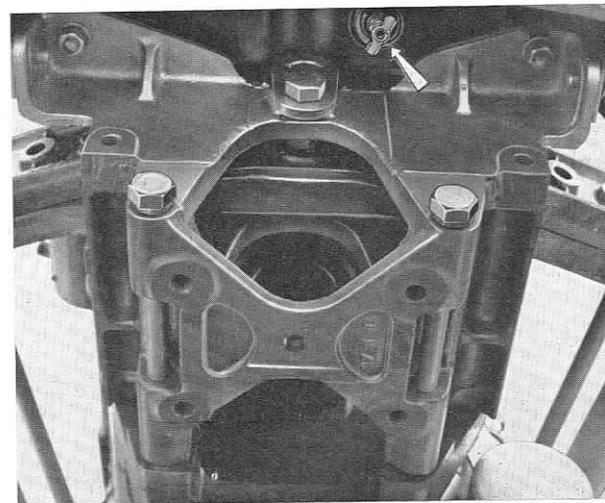

FIG. 45
- le robinet à la base du radiateur (fig. 45),